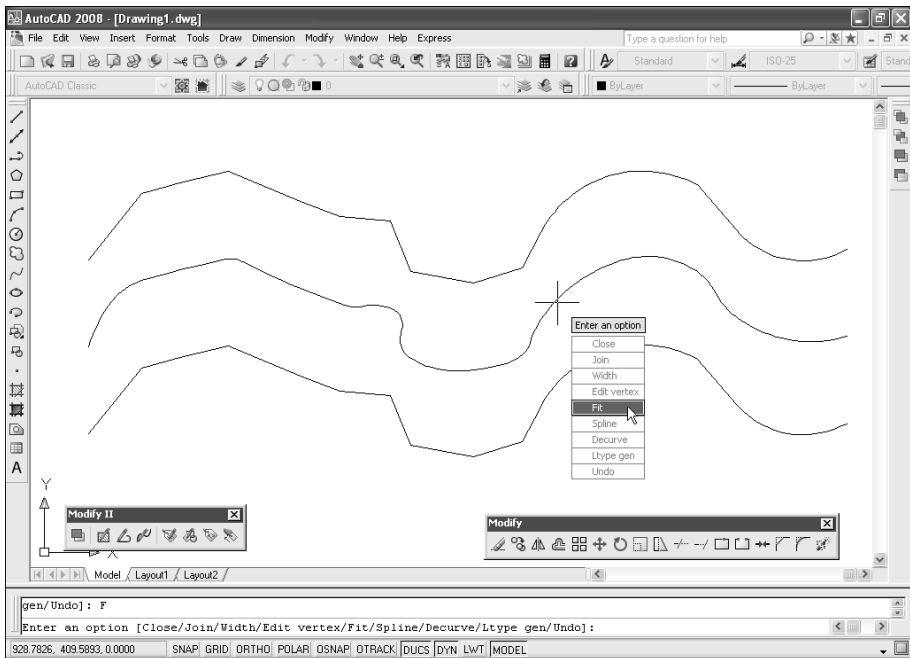

Рис. 5.1. Средняя копия полилинии преобразована в кривую
3. Введите название режима **FIT** (СГЛАДИТЬ) или **F** (СГ) либо щелкните правой кнопкой мыши и выберите команду контекстного меню **Fit** (Сгладить). Программа преобразует полилинию в кривую (рис. 5.1) и снова предложит выбрать режим использования инструмента **Edit Polyline**.